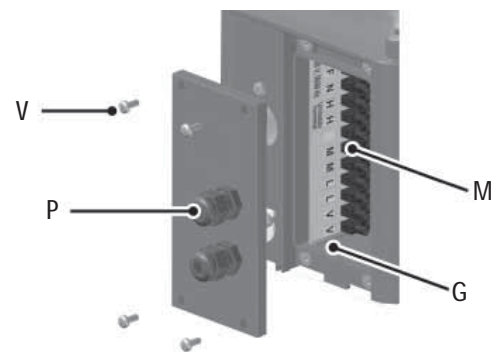

Fig. 2.t
**Cablaggio humiDisk65** (fig. 2.u):